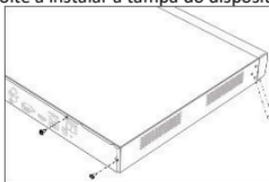

Figure 2-1 Retirar a Tampa
Step 1 Desaperte os parafusos de cada painel para remover a tampa do dispositivo. Consulte Figure 2-1.